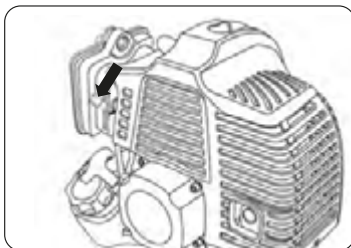

Рис.9
- Рычаг воздушной заслонки переведите вверх, в положение «Закрыто» (Рис.9).